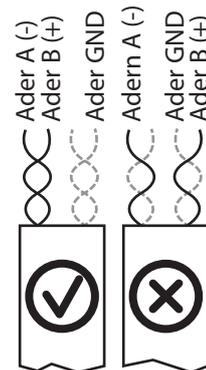

Bild 33: Belegung der verdrehten Adernpaare
- Beim Anschluss von Ader A (-) und Ader B (+) die Adernpaarung beachten (Bild 33)